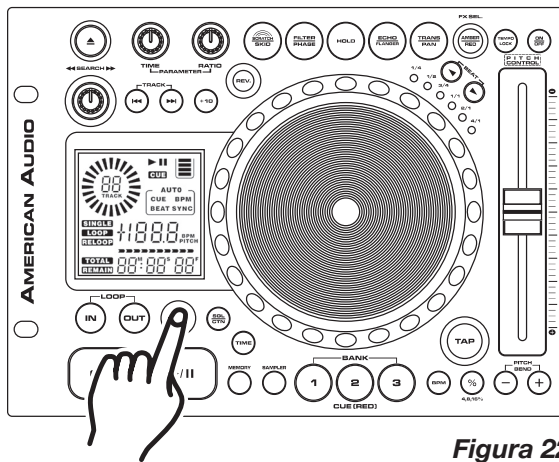

Figura 22
**REPETICIÓN DE UN RULO** – La función RELOOP (23) permite recuperar en cualquier momento el rulo guardado en la memoria. Las señales LED del BOTÓN IN (25) y DEL BOTÓN OUT (24) indicarán que existe algún rulo guardado en la memoria y que puede reproducirse en cualquier momento. Para repetir un rulo, presione el BOTÓN RELOOP (23). Las señales LED correspondientes al BOTÓN IN (25) y OUT (24) volverán a titilar para indicar que se ha activado el modo de rulo continuo SEAMLESS LOOP (Figura 22) y que el rulo que se había almacenado en la memoria comenzará a reproducirse de inmediato.
**Efecto de tartamudeo o “stutter”:** Se puede utilizar un rulo para crear este efecto de tartamudeo o “stutter”. Cuando se está reproduciendo un rulo, presione el BOTÓN IN (25) en forma reiterada para crear este efecto.
**Nota:** únicamente puede editarse el punto de finalización del rulo. El rulo puede acortarse o prolongarse. Antes de editar un rulo continuo primero se debe crear uno. Si todavía no lo hizo, siga las instrucciones del paso 10 para crearlo. Si ya existe un rulo continuo, presione el BOTÓN RELOOP (23) para activarlo (Figura 22), si es que aún no está activo. Para editar el punto de culminación de rulo: